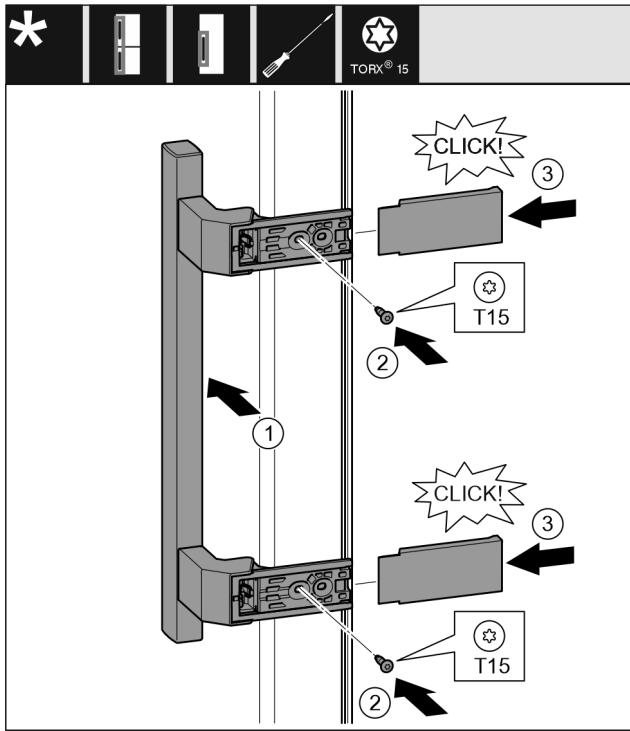

Fig. 20
- ▶ Coloque el tirador en el lado opuesto. Fig. 20 (1)
- ▶ Apriete el tornillo con el destornillador T15. Fig. 20 (2)
- ▶ Coloque y desplace lateralmente las cubiertas. Fig. 20 (3)